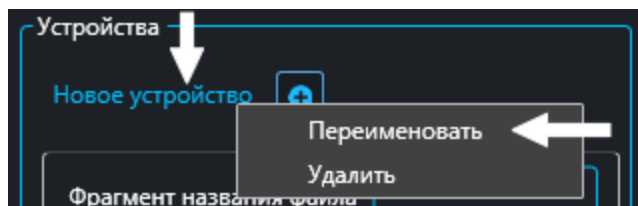

Рис. 65
4. Изменить название устройства на название файла прошивки нажатием правой кнопкой “мыши” на “Новое устройство” -> “Переименовать” (Рис. 65). При необходимости добавить устройства нажатием .